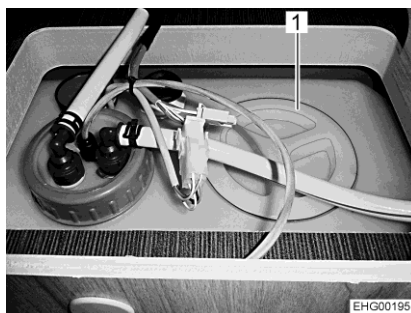

Fig. 169 Apertura per la pulizia (serbatoio dell'acqua)
- Staccare il coperchio (Fig. 169,1) del serbatoio dell'acqua.